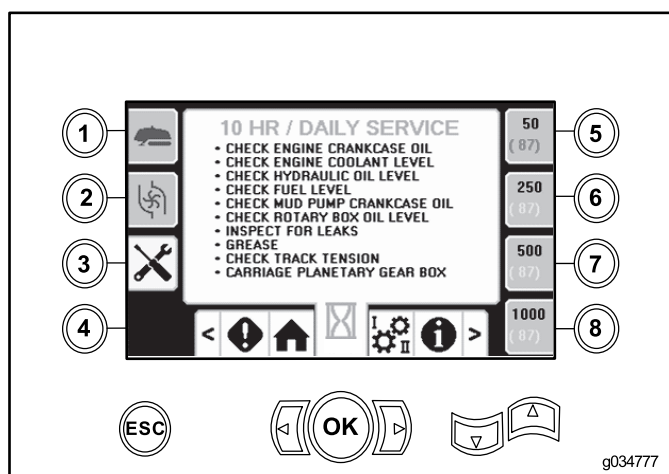

Figure 5
- Bouton 3 – calendrier d'entretien quotidien/à 10 heures (Figure 5)